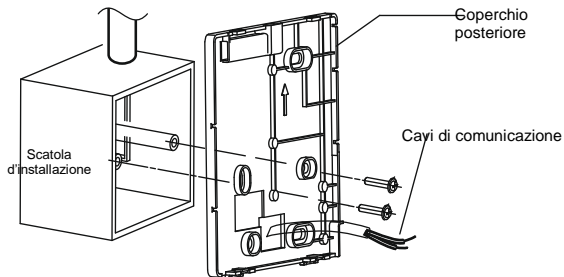

Fig. 5
4. Regolare la lunghezza delle due colonnine a vite in plastica in dotazione alla lunghezza standard tra la colonnina a vite della scatola di installazione e il muro. Quando si monta la colonnina a vite nella colonnina a vite della scatola di installazione, assicurarsi che sia a filo con la parete. (Vedere fig. 5)